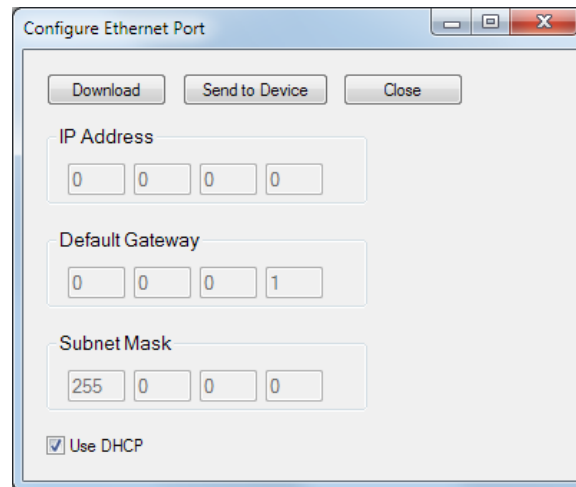

Abbildung 20-2. Konfiguration der Ethernet-Schnittstelle
4. Wählen Sie Konfigurieren, Ethernet aus dem Menü Kommunikation. Ist das DECS-150 ordnungsgemäß verbunden, erscheint das in Abbildung 20-2 dargestellte Fenster 'Konfiguration Ethernet-Schnittstelle'.